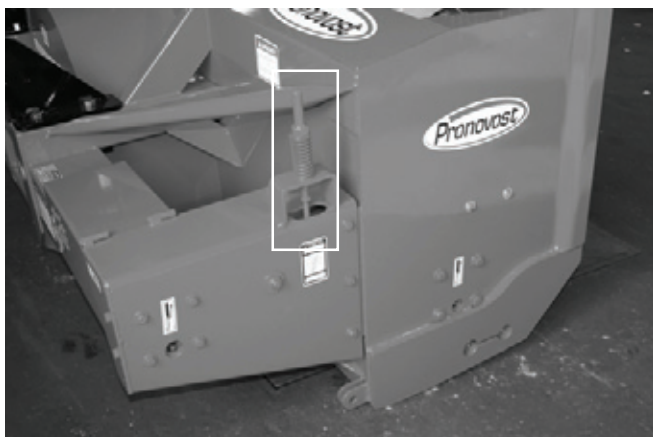

Figure 17
- 3) Vérifier l'ajustement du tendeur de chaîne. Le ressort qui maintient la tension doit être compressé afin d'être d'une longueur variant entre 3" et 3¼" (Fig. 17).